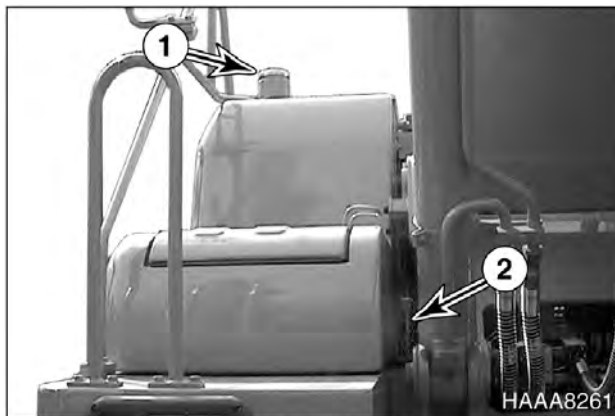

Рис. 17
1. В конце каждого рабочего дня следует заполнять топливный бак. Добавлять топливо следует через трубу заливной горловины топливного бака (1, рис. 17). Если работа выполняется при температуре 0°C или выше, применять ASTM № 2-D или аналог. При температуре ниже 0°C (32°F) использовать стандарт ASTM № 1-D или его аналог.
3. Проверить уровень топлива в баке по показаниям смотрового указателя (2, рис.17) и индикатора топлива на контрольной панели. Заполнить бак соответствующим топливом через наливной патрубок.